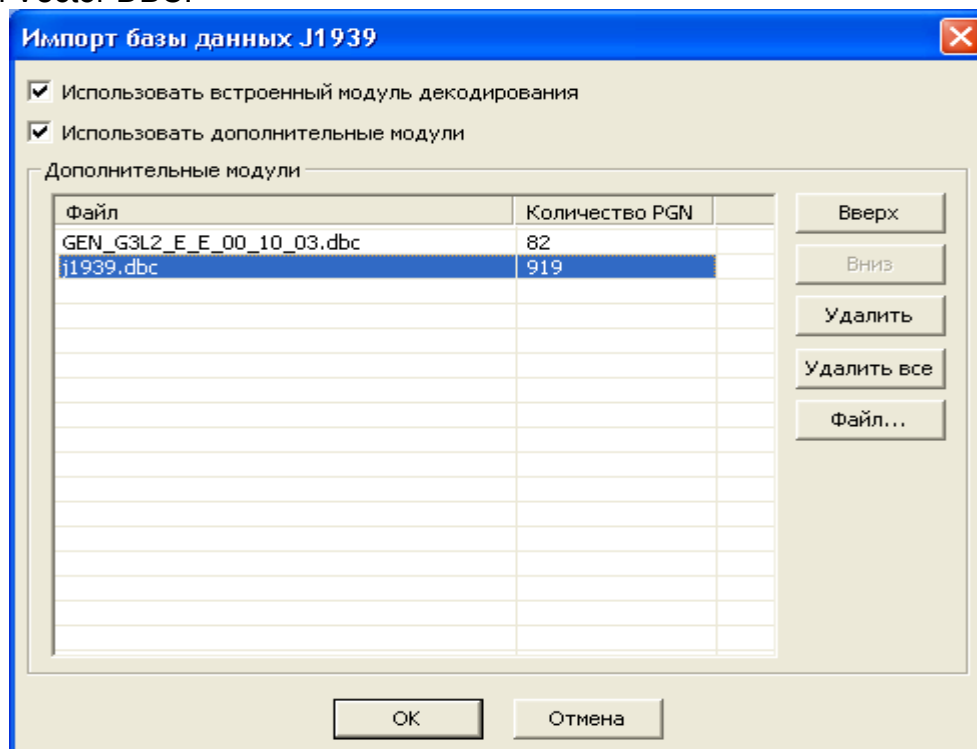

Рис. 7.2
7.2. Диалог «Импорт базы данных J1939» (рис. 7.2) предназначен для подключения к общей базе данных описаний сообщений J1939 новых модулей в формате Vector DBC. В программу изначально встроен универсальный модуль декодирования сообщений J1939, который с помощью данного диалога настройки можно отключить, а также задать приоритеты обработки новых подключаемых модулей Vector DBC.